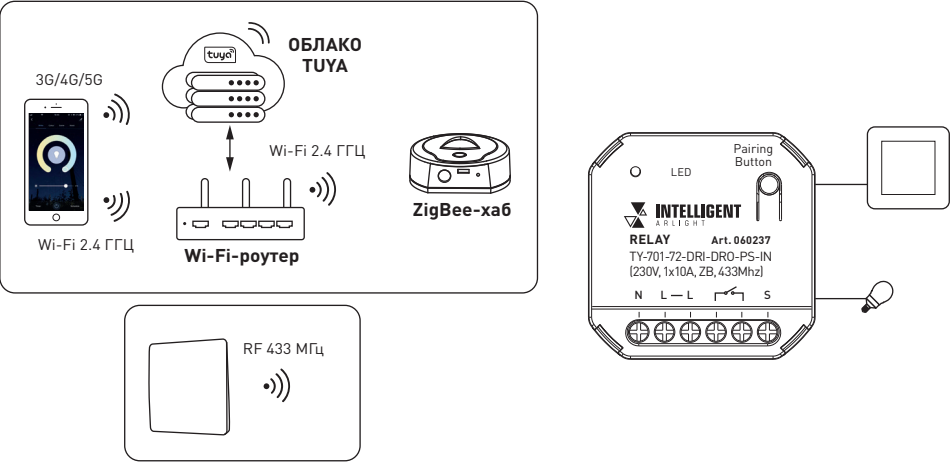

Рис. 2. Общая структурная схема построения системы управления
3.2. Подключите релейный модуль в соответствии со схемами на рис. 2 и 3.